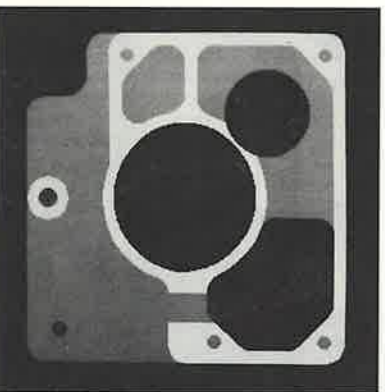

Bild 3
- durch eine Draufsicht mit bis zu 5 Graustufen bzw. mit bis zu 17 Graustufen zur Tiefenangabe (eine neuartige Darstellungsweise, die den Bearbeitungsvorgang besonders anschaulich wiedergibt — Bild 3)